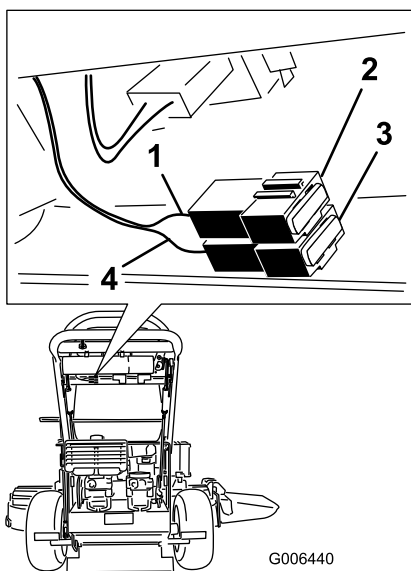

Рисунок 29
2. Вытяните предохранитель наружу, чтобы извлечь или заменить его (Рисунок 29).